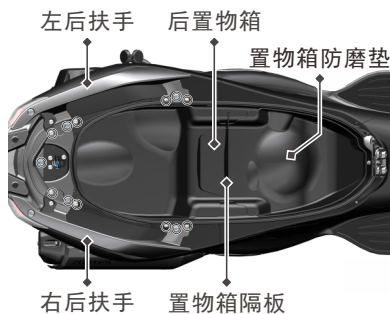

图1
1. 使用T25梅花扳手和12#套筒拆下(图1)红圈处所示13颗固定螺栓，取下后扶手和尾箱支座总成。